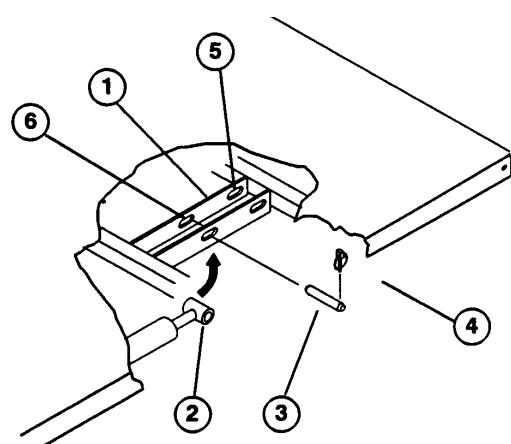

Fig. 9
- Quando il pianale è abbassato, fissare i lati dell'asta del cilindro nelle rispettive guide delle piastre di montaggio del pianale con un perno a testa ed un acciarino. Inserire il perno a testa dall'esterno del pianale, con l'acciariño verso l'esterno (Fig. 9). Le guide posteriori sono previste per il montaggio del pianale standard, mentre quelle anteriori sono per il montaggio del pianale a 2/3.